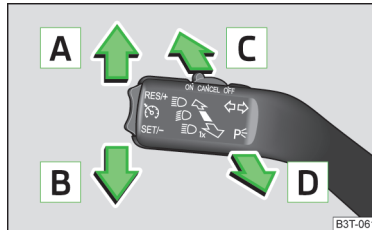

Abb. 50
- Den Blinker- und Fernlichthebel (» Abb. 50 auf Seite 70) zum Lenkrad ziehen, nach unten schieben und in dieser Stellung halten.
Bedienungshebelstellungen » Abb. 50